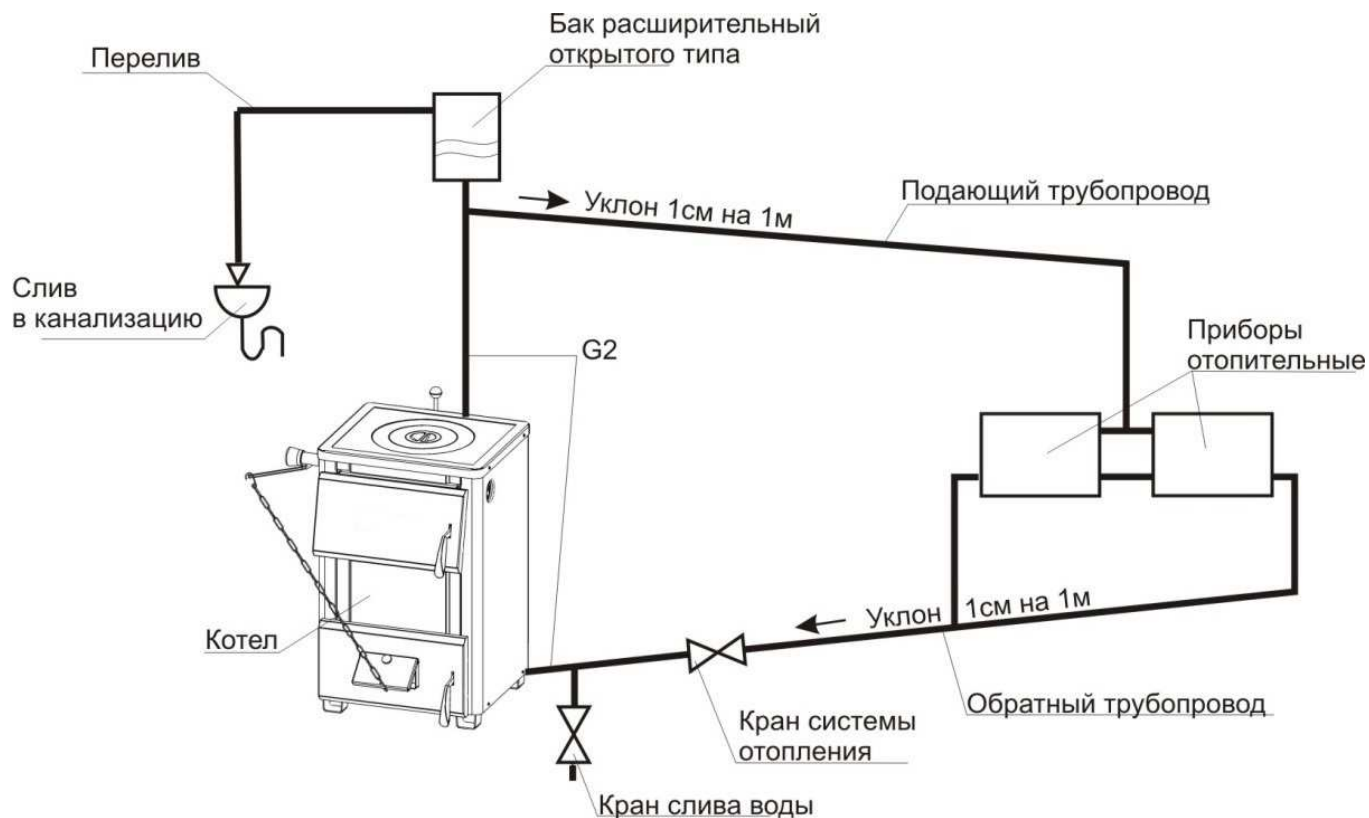

Рис.4 Схема открытой системы водяного отопления, применяется
5.4. Для лучшей циркуляции воды в отопительной системе рекомендуется устанавливать котёл как можно ниже относительно радиаторов отопления (см. рис.4; 5).
5.10. Рекомендуемая схема подсоединения котла к отопительной системе приведена на Рис.4; 5. Стояки устанавливать вертикально. Горизонтальные трубопроводы прокладывать с уклоном по направлению движения воды (сверху вниз). Величина уклона должна быть не менее 10 мм на одном погонном метре разводящей или сборной магистрали. Уклоны ответвлений к нагревательным приборам – не менее 10 мм на всю длину проводки.
5.12. Расширительный бак открытого типа (рис.4) устанавливается в наивысшей точке системы. Он должен иметь **постоянно открытое заливное отверстие в верхней части** и переливную линию на верхней боковой поверхности, для слива излишней воды из системы в канализацию.
5.14. Для полного слива воды из системы в самой нижней ее точке установить кран слива воды (рис.4; 5), возможна замена на резьбовую пробку.
5.15. Перед началом эксплуатации система заполняется водой из водопровода через кран слива воды (рис.4; 5) снизу вверх, до начала перелива
6.10. При эксплуатации котла уровень воды в расширительном бачке (рис.4) не должен опускаться ниже $\frac{1}{4}$ его высоты. Для этого необходимо периодически пополнять систему водой. Если уровень воды занижен, прекращается циркуляция воды в системе. В этом случае необходимо:
6.11. Во время эксплуатации температура горячей воды в котле должна поддерживаться не выше 90°C. В случае, если в зимнее время требуется прекратить отопление на срок свыше суток, необходимо полностью удалить воду из системы через кран слива воды (рис.4; 5) во избежание размораживания системы.